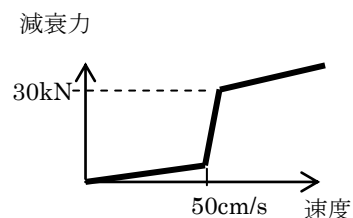

図1 本ダンパー必要性能
- 2) このような地震動でも免震層を限界変位以内にとどめるためには、図1のように免震層の速度により減衰性能が変化するダンパーが望まれる。